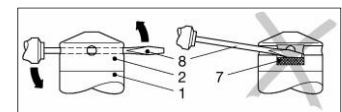

Abb. 2 Abziehen der Schutzkappe
2. Halten Sie mit einer Hand die Sonde am Sondenteil (Abb.2 - 1) fest.
4. (Abb.2 - 2) ab.
2. Schieben Sie ein dünnes Werkzeug (Abb.2 - 8), z. B. einen Schraubendreher, gerade durch zwei gegenüberliegende Bohrungen der Schutzkappe (Abb.2 - 2).
HINWEIS - Messzelle (Abb.2 - 7) unter der Schutzkappe nicht beschädigen!